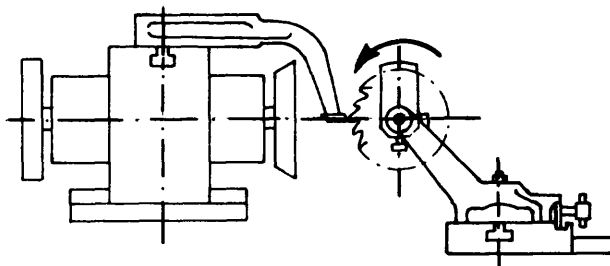

Fig. 3
- c Suelte la brida limitadora y gire la herramienta hasta que la arista de corte de un diente apoye en la lámina del indicador de centros (fig. 3).